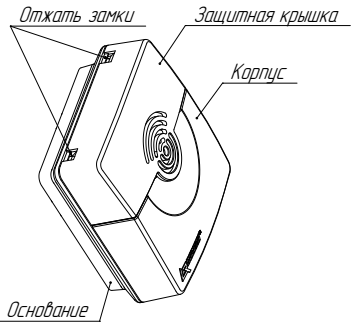

Рисунок 4
- отжать замки и отсоединить корпус вместе с защитной крышкой от основания (см. рисунок 4);